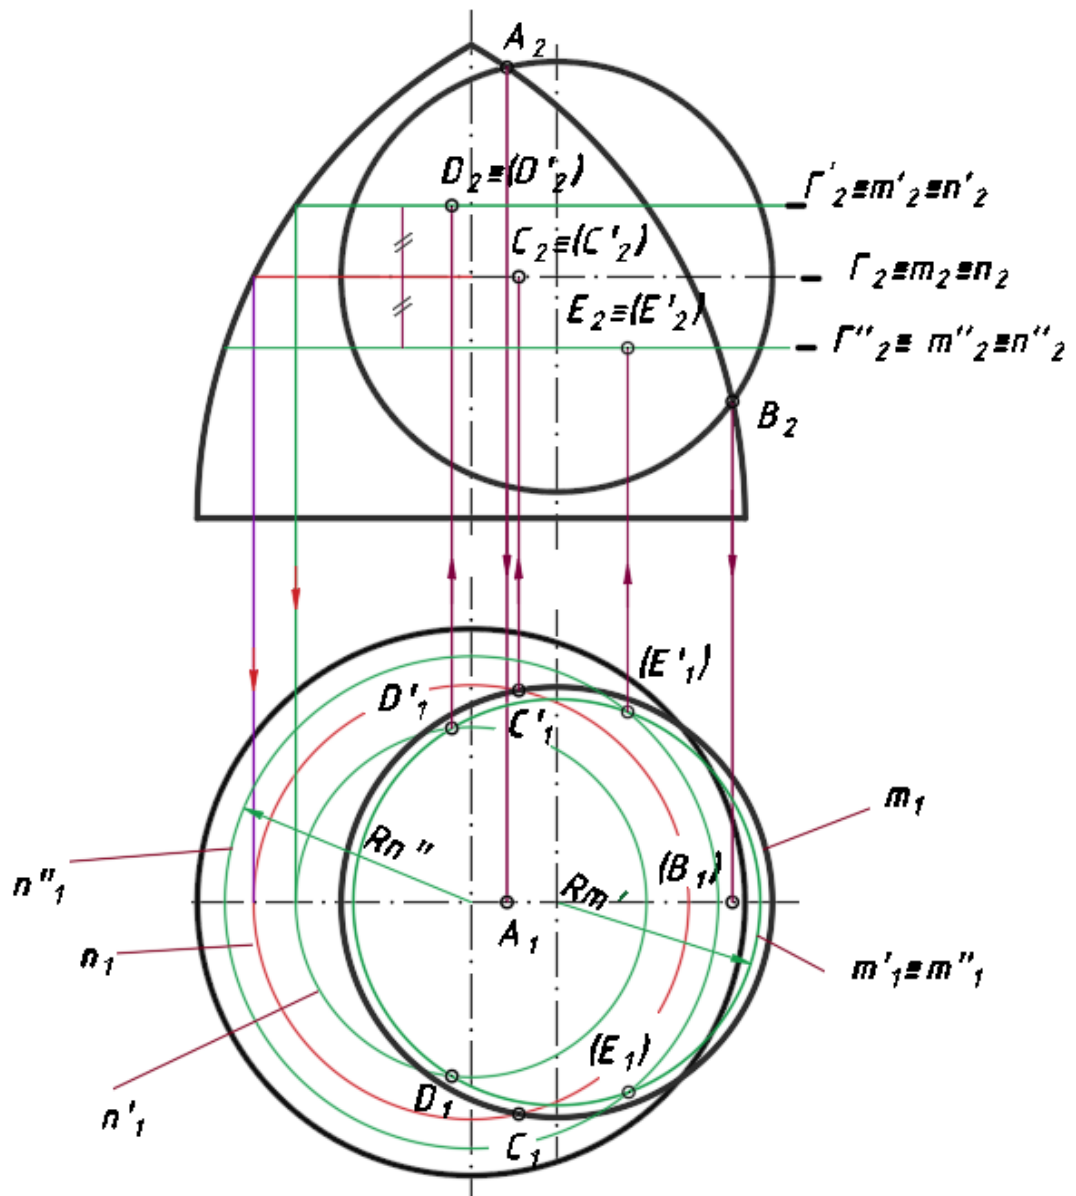

Рис. 5.3. Определение промежуточных точек линии пересечения
3. Промежуточные точки определяются с помощью плоскостей  $\Gamma'$  и  $\Gamma''$ , которые пересекают сферу по окружностям соответственно  $m'$  и  $m''$ , тор – по окружностям  $n'$  и  $n''$ . Пересекаясь, эти окружности дают точки, принадлежащие линии пересечения поверхностей (рис. 5.3):